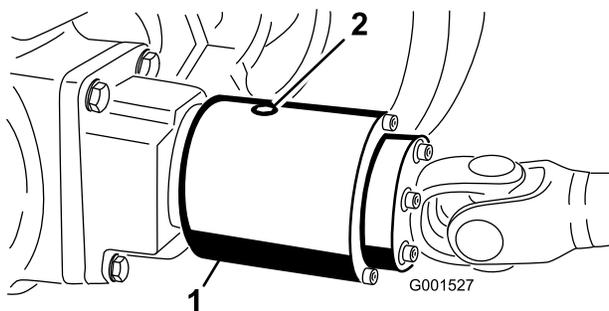

図 62
2. 点検プラグが4時の位置にくるようにクラッチ 図 62を回す。